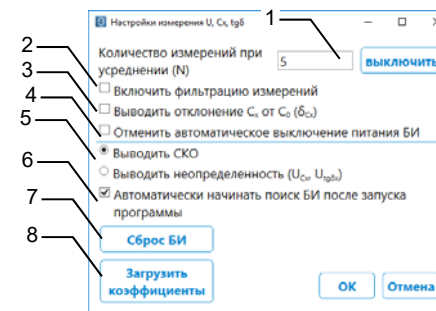

Рисунок 6.5
– При запуске программы автоматически включается БИ. Для предотвращения неоправданного разряда аккумулятора предусмотрено автоматическое отключение БИ, если в течение 20 минут не производились измерения (функция отключения блока измерительного может быть отменена в настройках рис.6.5).
– Измерение C_x и $tg\delta_x$ выполняется с накоплением результатов измерений. Для установки количества усредняемых измерений щелкнуть по кнопке "Настройки" (рисунок 6.2, поз.9) и в появившемся окне (рисунок 6.5) ввести необходимое число измерений в поле (поз.1) (рекомендуемое число накапливаемых измерений – 5).